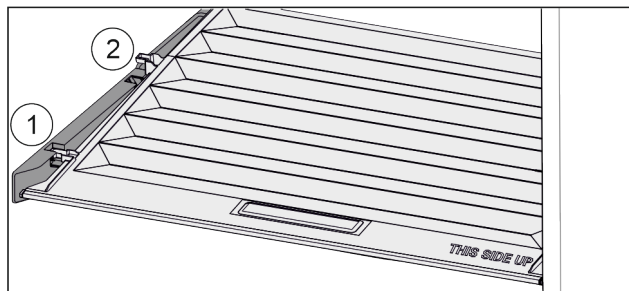

Fig. 67
- ▶ Veko potiahnite dopredu až k otvoru v prídržných dieloch Fig. 67 (1).
- ▶ Vzadu ho nadvihnite zospodu a zložte smerom nahor Fig. 67 (2).